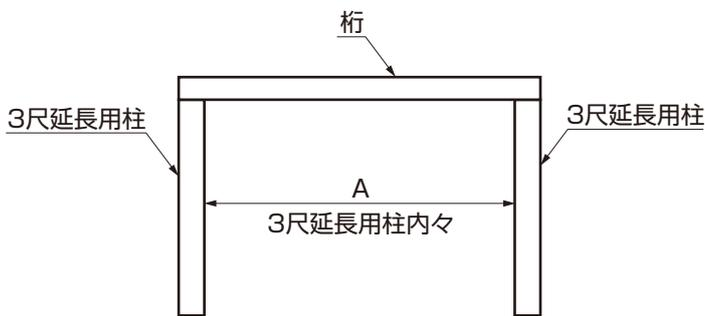
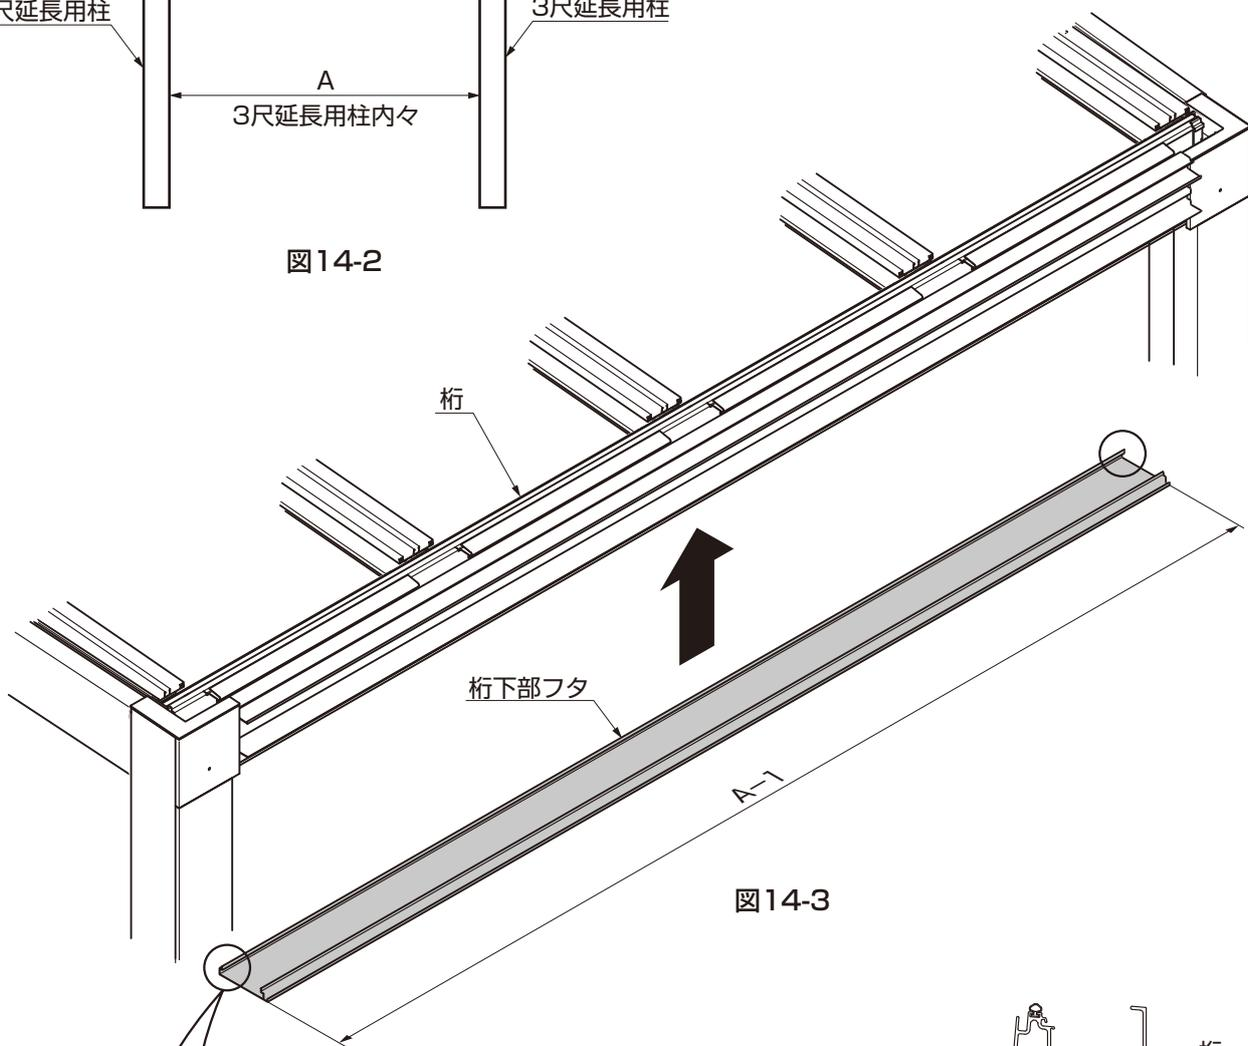

図14-2
図14-3
- ② 3尺延長用柱の内々寸法を測定して、桁下部フタを切断してください。(図14-2、図14-3参照)